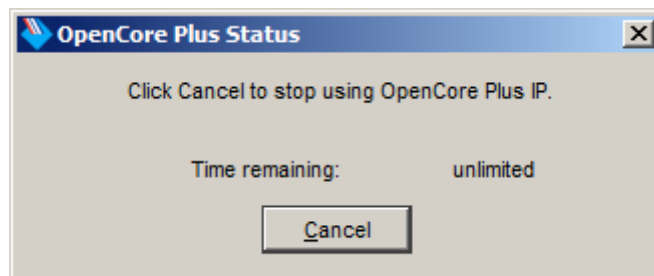

図 4-6: OpenCore Plus IP の注意メッセージ
- リファレンス・デザインでは Altera から提供された 10G EMAC の評価用 IP コアを使っているため、図 4-6 のように 10G EMAC が評価用であることを示す注意メッセージが表示されます。リファレンス・デザインではコンフィグレーション完了後大体 20 分程度の実機動作が可能なようです。(Cancel ボタンを押すと直ちに動作が停止してしまうので動作中はこのボタンを押さないでください。)